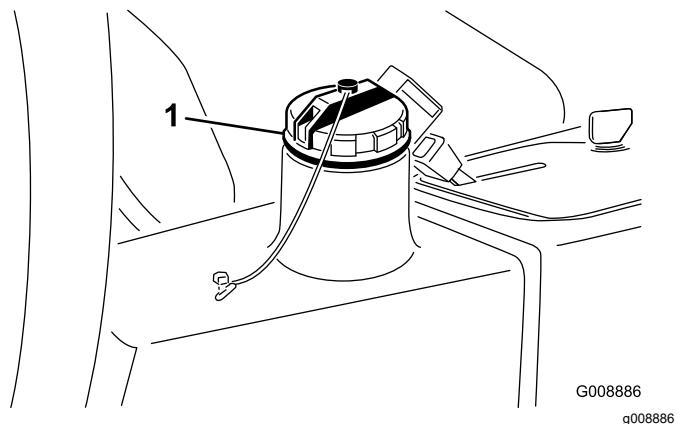

Figura 82
4. Riempite il serbatoio idraulico (Figura 82) con circa 22,7 litri di fluido idraulico; fate riferimento a Specifiche del fluido idraulico \(pagina 58\).